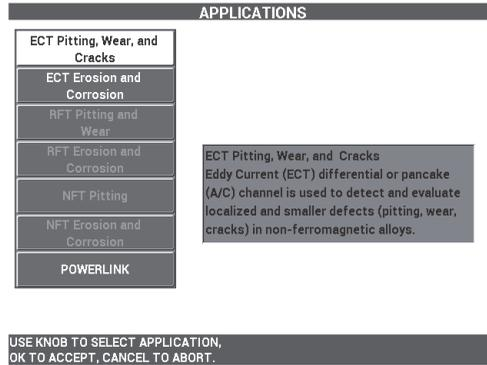

Figura 5-158 L'applicazione ECT vaiolatura, usura e cricche
2. Selezionare **CONTINUA** (premere il tasto A) per aprire il menu di selezione delle applicazioni e in seguito usare la manopola per selezionare **ECT vaiolatura, usura e cricche** e in seguito premere ✓ per confermare (vedere Figura 5-158 a pagina 253).